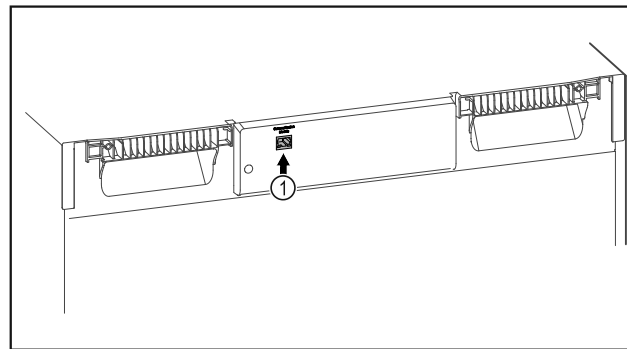

Fig. 97
- SmartModule Fig. 97 (1) är insatt.